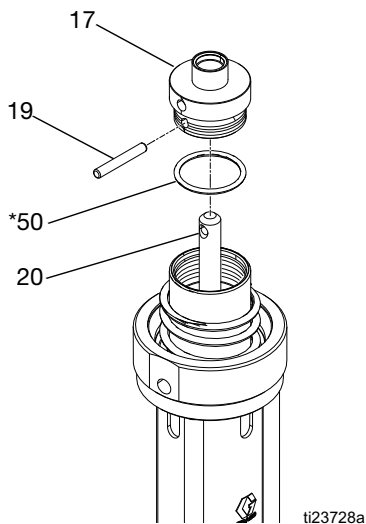

ABB. 14
6. Passstift (19) entfernen und Kolbenkappe (17) von Förderwelle (20) abnehmen. O-Ring (50*) von der Kolbenkappe abnehmen. Alle Teile auf Beschädigungen untersuchen. Siehe ABB. 14.